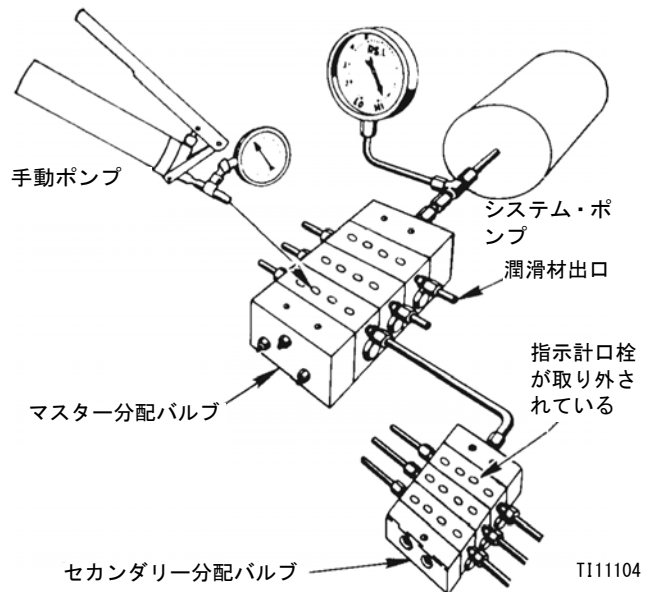

図 13
5. 手順 4 にて詰りがマスター分配バルブの下流に示される場合は、詰まった区域に共通のマスター分配バルブの指示計口に手動ポンプを設置して下さい。(図 13 を参照)。